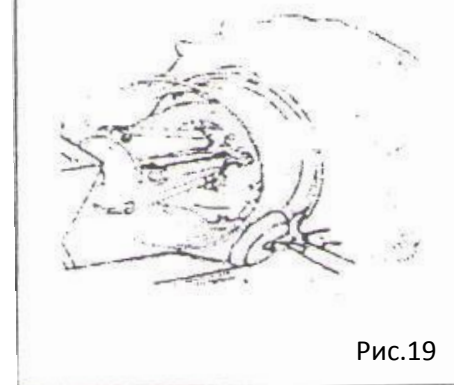

Рис.19
- 10) Проверить с внешней стороны колеса правильность установки приспособления. При необходимости отрегулировать и затем повернуть кулачковый зажим по часовой стрелке до тех пор, пока щипцы не окажутся в нижнем положении и первый борт шины не войдет в закраину обода колеса. Снять щипцы (см. рис. 19) и отцепить приспособление от шины.
- 14) Установить подвижную платформу (10) под колесо и опустить кулачковый зажим, пока